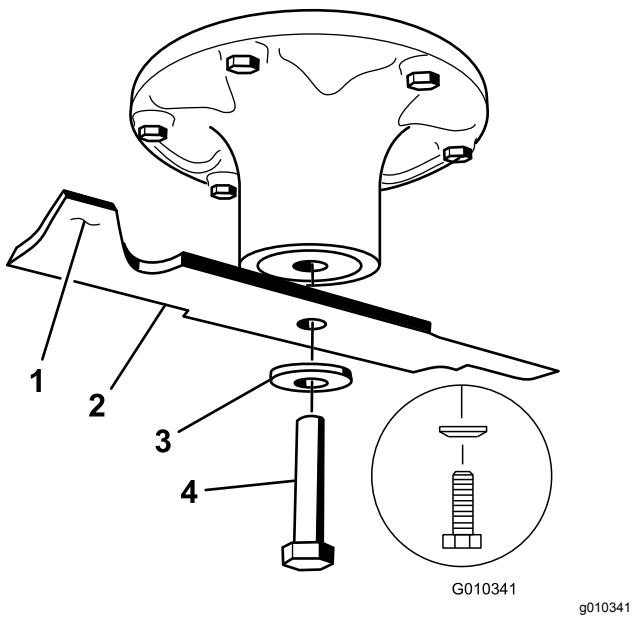

Bild 66
2. Entfernen Sie die Messerschraube, Wellenscheibe und das Messer von der Spindelwelle (Bild 66).
1. Setzen Sie das Messer auf die Spindelwelle (Bild 66).
2. Setzen Sie die Federscheibe und Messerschraube so ein, dass der Konus der Federscheibe zum Schraubenkopf zeigt (Bild 66).